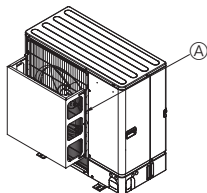
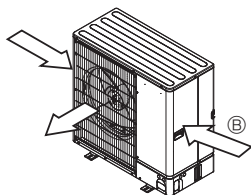

Fig. 2-5
Fig. 2-6
- ② Ha olyan helyre szereli az egységet, ahol tájfun vagy egyéb ok miatt erős szél fújhatna be a levegőkiáramló nyílásba, szereljen fel külön kapható légterelőt. (Fig. 2-5)
- ③ Légterelő a levegőkiáramló nyíláshoz
- ③ Ha megoldható, állítsa úgy az egységet, hogy a levegőkiáramló nyílás merőlegesen legyen a szokványos szélirányra. (Fig. 2-6)
- ③ Szélirány